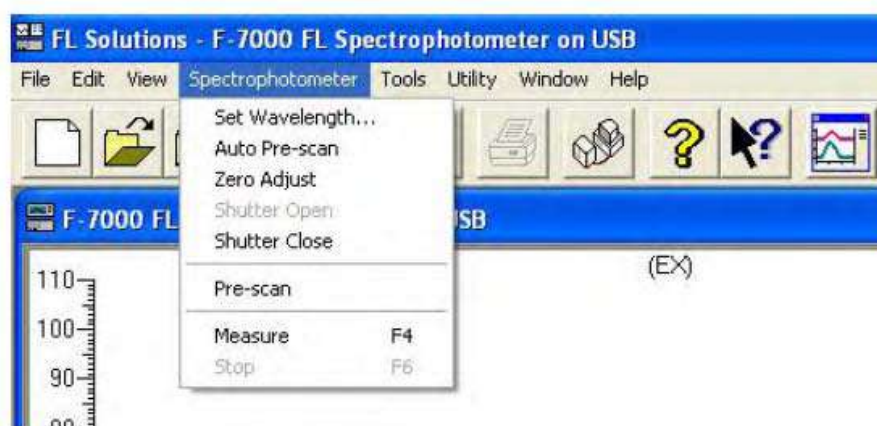

Рис. 1-25 Пример окна справки для команды Измерение (Measure) (шаг 2)
- (1) Нажмите кнопку «Справка» (Help). При этом указатель мыши примет вид
- (2) Передвиньте указатель мыши к заголовку меню и нажмите на левую кнопку мыши. (Смотри рисунок 1-25.)